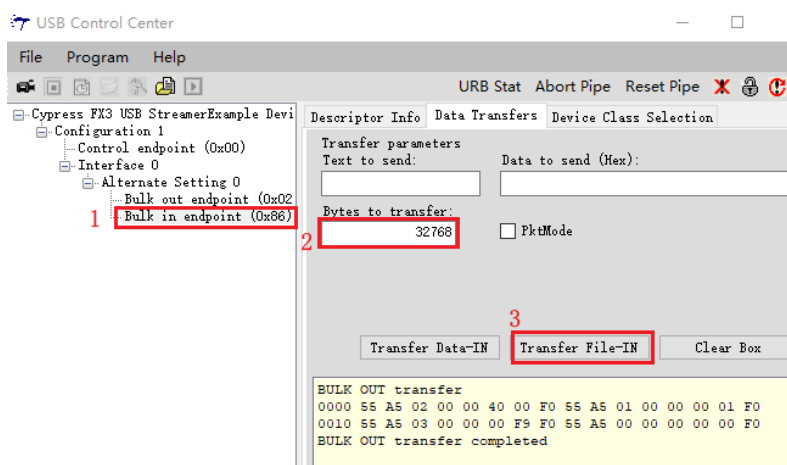

图 1-18 数据接收界面设置
7. 点击“Transfer File-IN”将采集到的数据以文件的形式保存，操作图 1-18 如下所示。